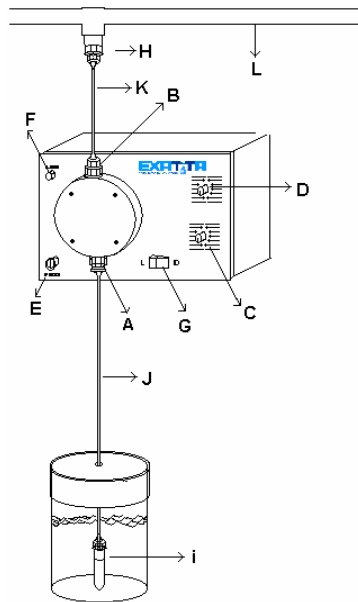

Fig. 01
7. A válvula de descarga (B) deverá estar sempre na parte de cima e a de sucção (A) na parte de baixo do cabeçote da bomba conforme fig. 01
Os potenciômetros (c) e (d) mostrados na fig. 01 servem para ajustar o tempo de injeção por minuto, sendo que a 100% a bomba injeta 100 vezes por minuto. O potenciômetro (c) é utilizado quando se necessita de um ajuste mais preciso (ex. Para 12% posiciona-se o potenciômetro (d) em 10% e o potenciômetro (c) em 2%). Como vimos anteriormente o volume de líquido a ser injetado a cada pulso irá depender da pressão existente na tubulação na qual o produto será injetado.
O fusível (e) mostrado na fig. 01 é de 1 A e deverá ser verificado caso a bomba pare de funcionar. Se o fusível estiver queimado substitua-o por um outro com a mesma característica. Caso volte a queimar, entre em contato com o fornecedor. Lembre-se, para qualquer manutenção, incluindo a troca de fusível, é necessário desconectar a bomba da energia elétrica.